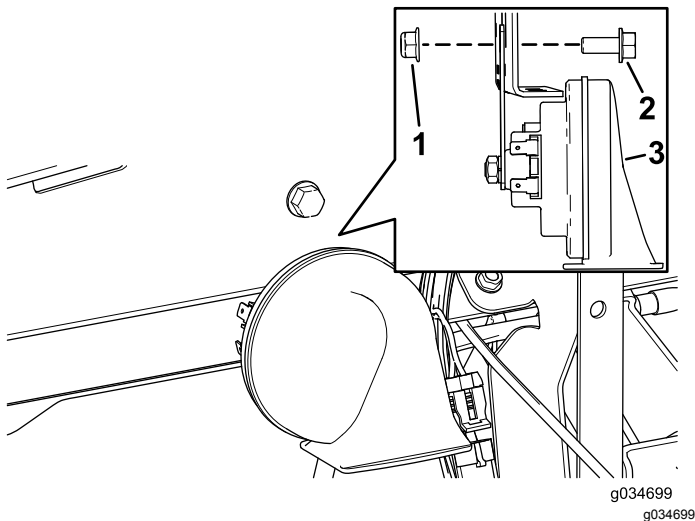

Figura 3
2. Instale o conjunto da buzina de 48 V ao orifício existente no suporte do painel com o parafuso de cabeça sextavada (5/16 x 3/4 pol.) e porca flangeada (5/16 pol.) como se mostra na Figura 3.
Nota: O suporte no conjunto da buzina e a porca flangeada (5/16 pol.) estão localizados na parte de dentro do suporte do painel (Figura 3).